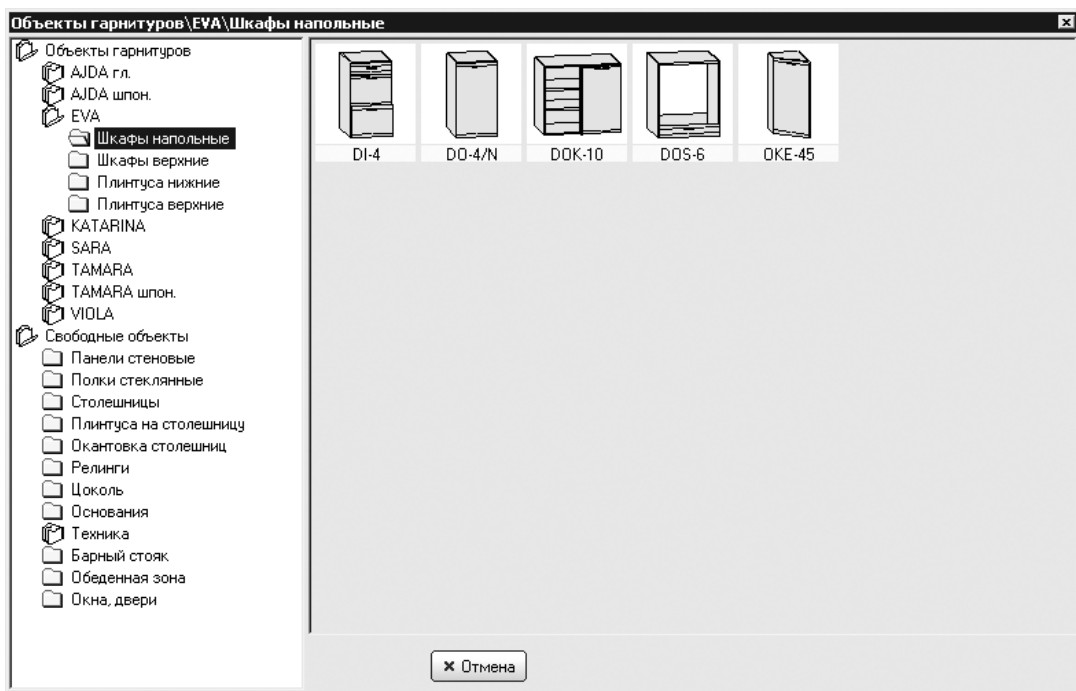

Рис. 8.6
1. Нажать кнопку Создание объекта — откроется окно, в левой части которого следует выбрать понравившийся мебельный гарнитур, щелкнув кнопкой мыши на папке с его названием. В правой части окна будут отображаться выбираемые группы объектов (рис. 8.6).